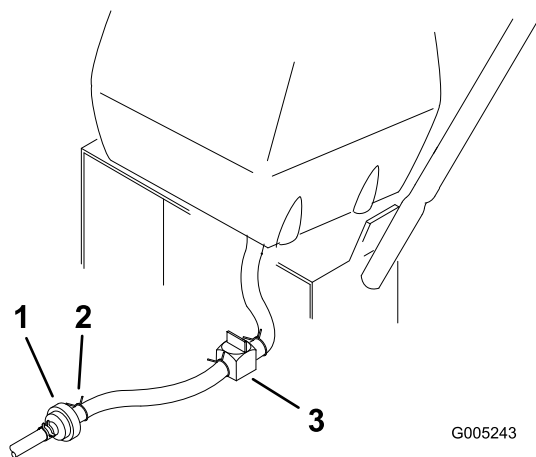

Рисунок 27
3. Закройте клапан отключения подачи топлива на топливном баке (Рисунок 27).
4. Сожмите концы хомута шланга вместе и сдвиньте хомут вверх от топливного фильтра вдоль топливного трубопровода (Рисунок 27).
5. Отсоедините топливный трубопровод от топливного фильтра (Рисунок 27).